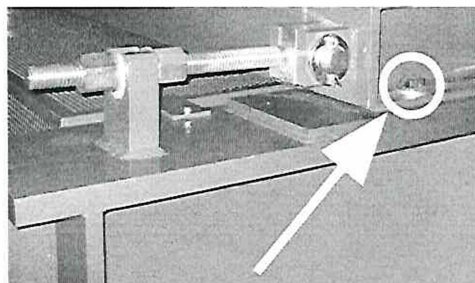

Рис. 3: Болты М 30 каретки двигателя
4. Ослабьте четыре крепежных болта М 30 – по два с каждой стороны – каретки двигателя (Рис. 3).